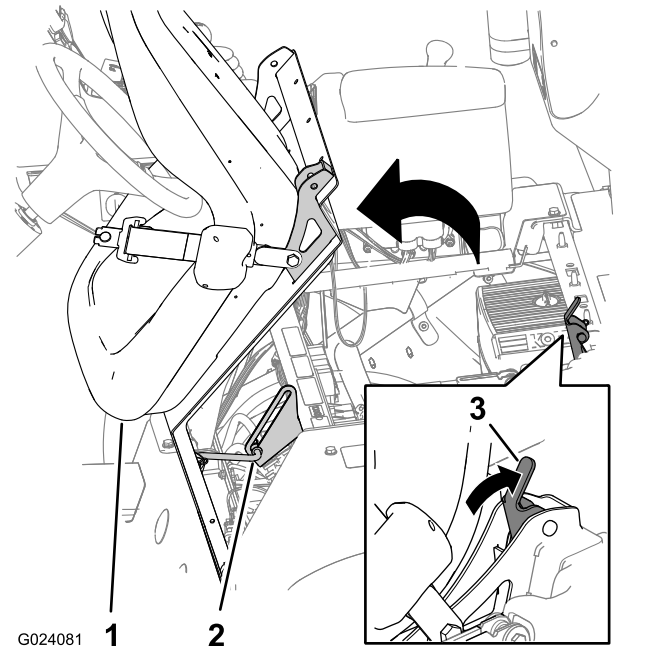

Figure 3
- Déverrouillez le siège en poussant la poignée de verrouillage vers l'arrière (Figure 3).
2. Faites pivoter le siège et son plateau vers l'avant jusqu'à ce que l'extrémité de la béquille s'engage au bas de la fente dans le support (Figure 3).